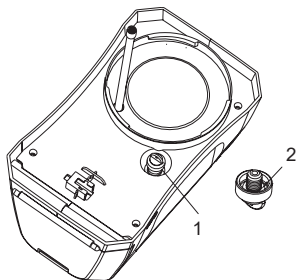

Figur 15
- Skjut en liten tråd genom de exponerade hålen för att rensa eventuellt skräp. Sedan spola den med rent vatten. Se figur 15.